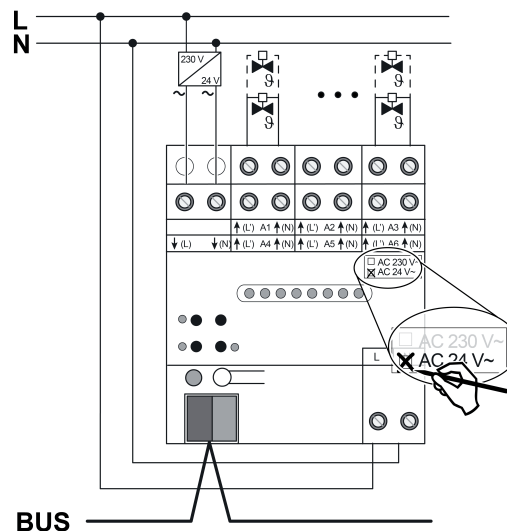

Figure 4: Raccordement de servomoteurs 24 V
- Raccorder les servomoteurs 24 V AC conformément au schéma de raccordement (figure 4).
- Raccorder l'alimentation pour les servomoteurs aux bornes ↓(L) et ↓(N) (1).
- Raccorder la tension du réseau aux bornes (5).